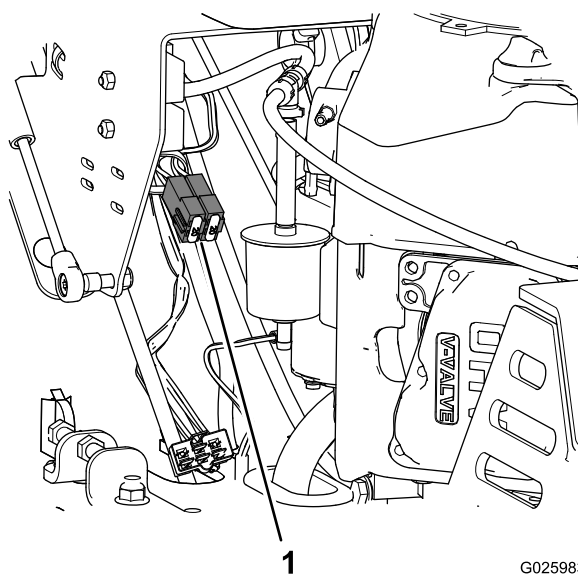

Figure 40
- Sortez le fusible de son emplacement dans le porte-fusibles (Figure 40).
4. Insérez un fusible de même type et de même intensité dans l'emplacement dans le porte-fusibles (Figure 40).